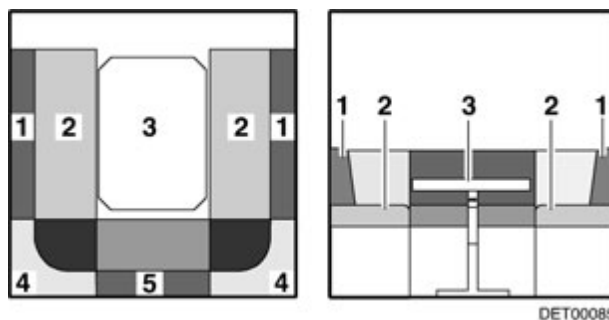

Fig. 60 Avant la transformation
- Convertir la table (Fig. 60,3) en sommier de lit (voir paragraphe 7.7).